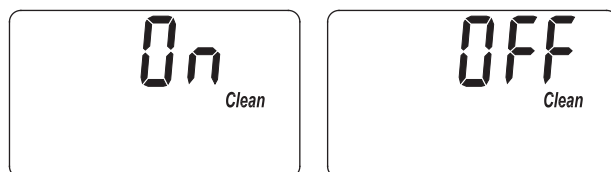

FIG. 27
1. Mantenga oprimido el botón PROGRAM (Programar) hasta que aparezca la pantalla que se indica en la Fig. 26. Cuando ello ocurra, oprima dos veces el botón PROGRAM (Programar) y aparecerá una de las dos pantallas que se indican en la Fig. 27.